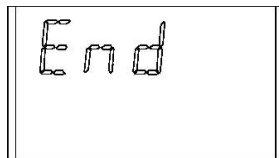

Figura 2-6. Display de Final de Calibração
- Assim que o valor de gás no *display* estiver estável, o *display* alternante para. Se a calibração tiver sido bem-sucedida, o *display* exibirá END por aproximadamente 2 segundos. (Figura 2-6)